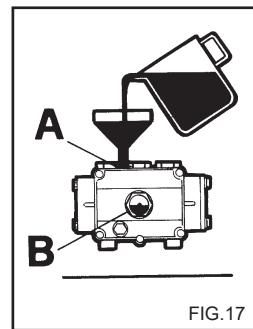

FIG.17
- Sæt aftapningsproppen på igen og hæld ny olie igennem påfyldningshullet øverst (fig. 17 A) indtil det når niveauet som angives på kontrolglasset (fig. 17B).